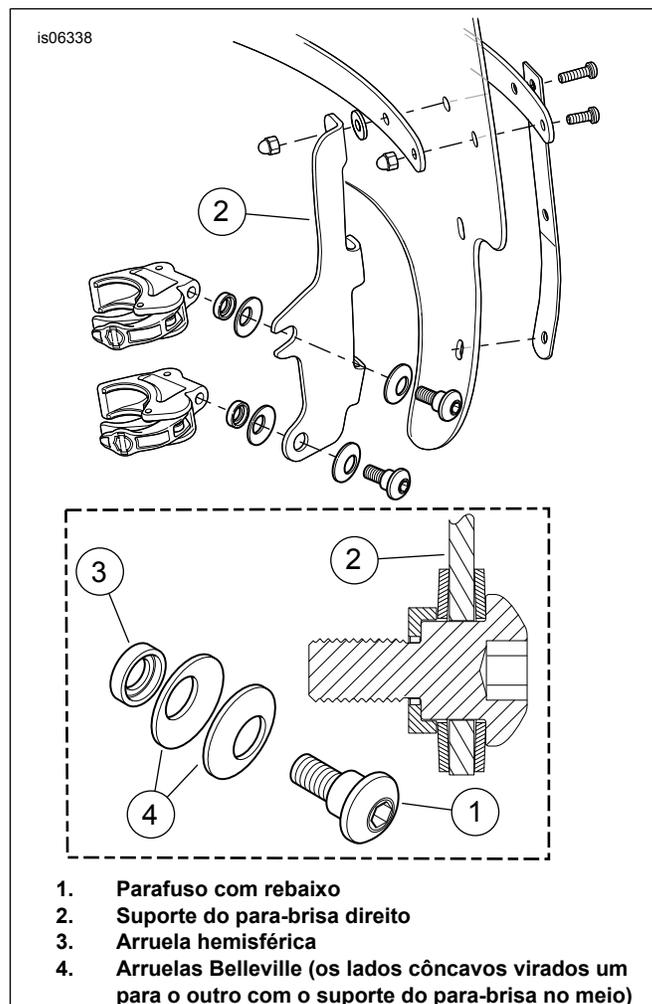

Figura 1. Prendedores de montagem do para-brisa (lado direito mostrado)
3. Monte sem apertar os conjuntos dos prendedores nos suportes de montagem do para-brisa na sequência exibida em Figura 1.